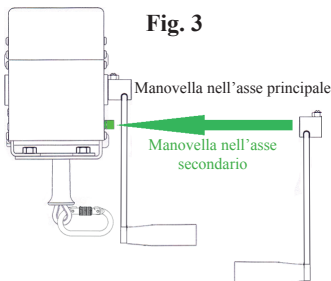

Fig. 3
3. Montare la manovella sull'asse secondario (in verde in Fig. 3).
6. Per tornare all'uso normale, installare nuovamente la manovella sull'asse principale nel verso di utilizzo primario (come indicato in Fig. 3).